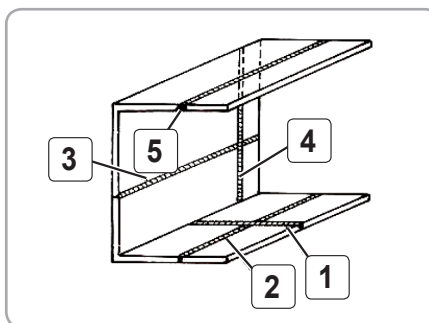
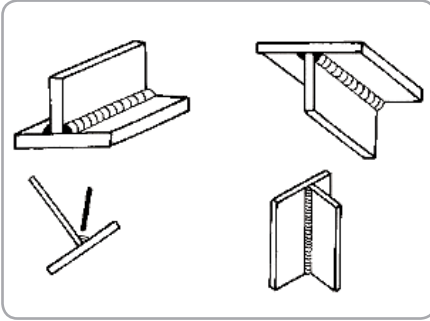

Fig.18
Fig.19
- pentru îmbinări cu cusături în adâncime: Fig. 18
- îmbinări sudate orizontale în plan vertical (3);
- îmbinări sudate verticale în plan vertical (4).
- îmbinări sudate de plafon (peste cap) (5);
- pentru îmbinările cu cusături în relief Fig. 19